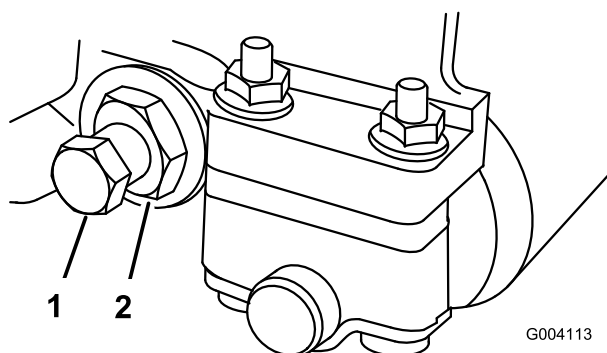

Figura 57
2. Afloje la tuerca de tensado del muelle hasta que el muelle deje de presionar la arandela contra la barra de asiento (Figura 57).
3. En cada lado de la máquina, afloje la contratuerca que fija el perno de la barra de asiento (Figura 57).